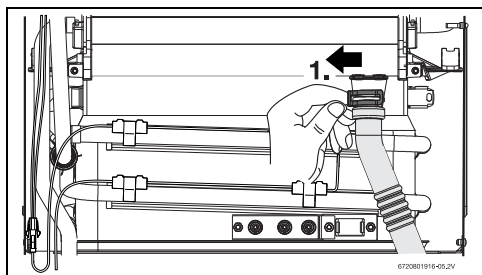

Рис. 61
- ▶ снимите зажим и отсоедините сливную трубку, см. Рис. 61 .